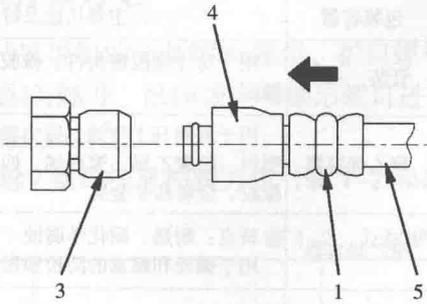

图 1-4 示意图 (4)
(1) 如图 1-4 所示，握住接头 1 或软管 5，将其插入匹配接头 3 中，使它们相互对正。不要握住橡胶套 4。